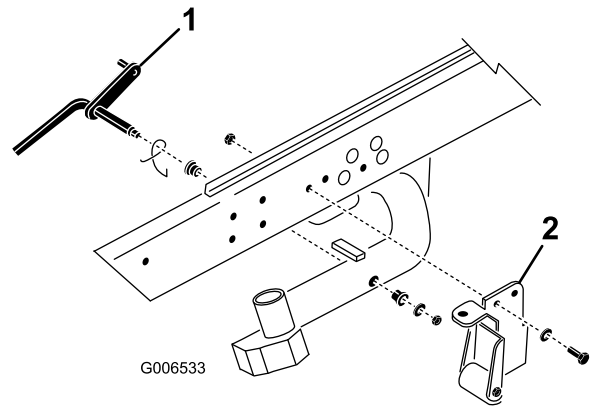

Figure 3
1. Enlevez le contre-écrou et la rondelle qui fixent la tige de pivot au bras de relevage n° 2 (Figure 3). Enlevez la tige de pivot et le ressort du bras de relevage. Répétez la procédure pour les bras de relevage n° 1 et 3.
Remarque: Le support avec galet et les autres supports du dispositif de basculement ne sont pas nécessaires pour utiliser les plateaux de coupe DPA (Figure 3). Ils peuvent être déposés au besoin.